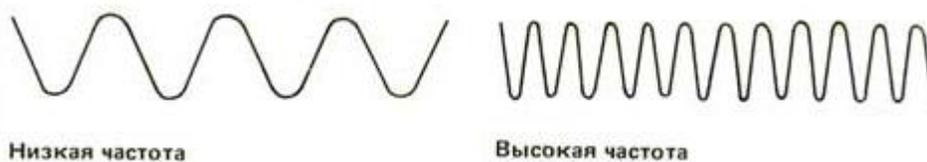

Рис. 2.
- Частота звука – число колебаний звуковых волн в 1 сек (рис. 2). Измеряется в Гц (Герцах).